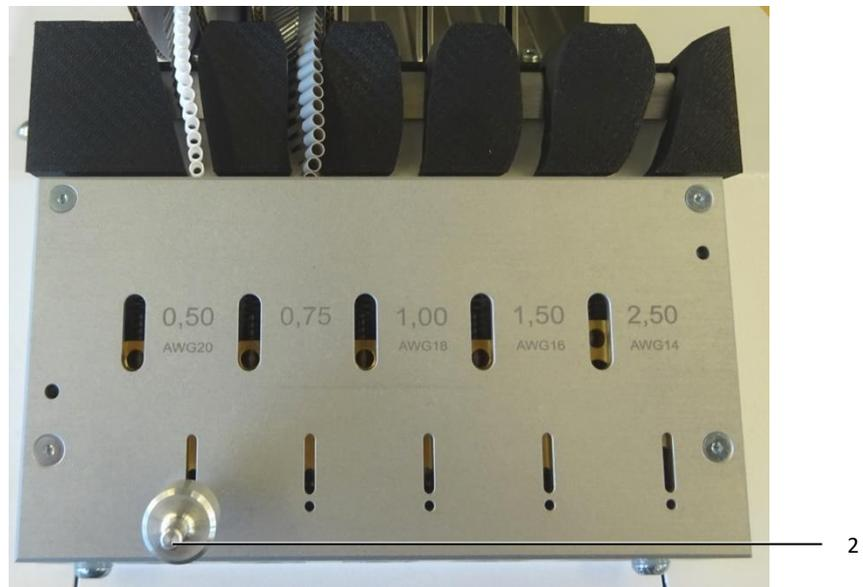

Fig. 9: broche de fixation en bas
- Insérer la broche de fixation avec le petit diamètre à l'avant dans l'ouverture inférieure (fig. 9, pos. 2) de l'unité de transport.